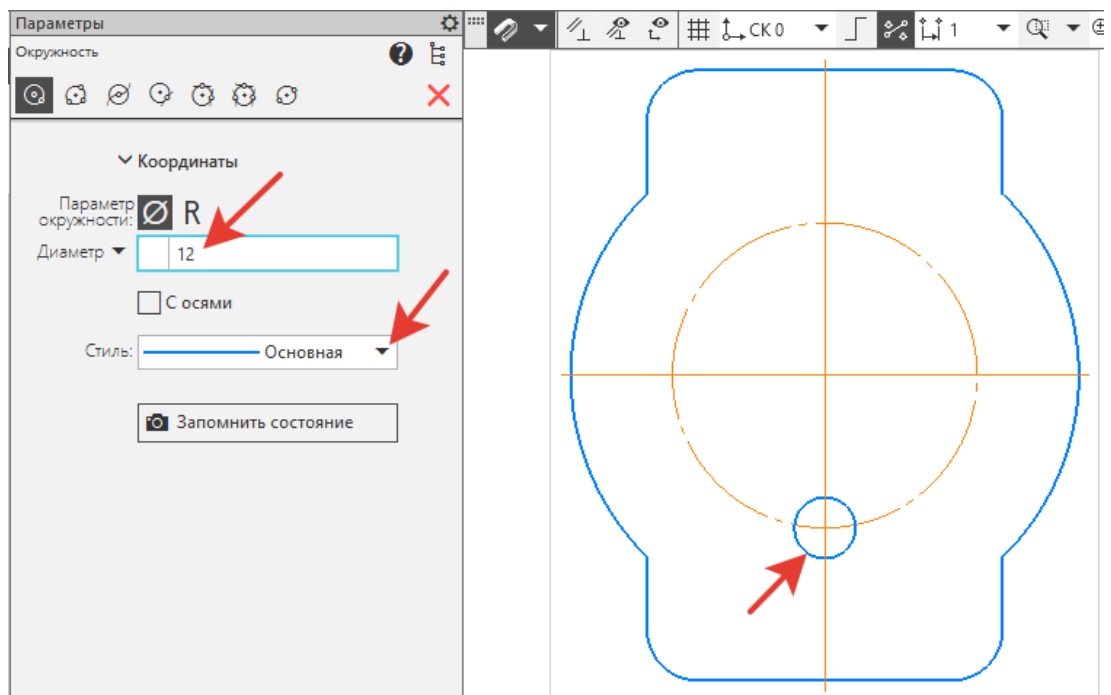

Рисунок 17.
10. На пересечении окружности $\varnothing 60$ и вертикальной осевой линии выполните окружность: **Диаметр - 12, Стиль - Основная** (рисунок 17).